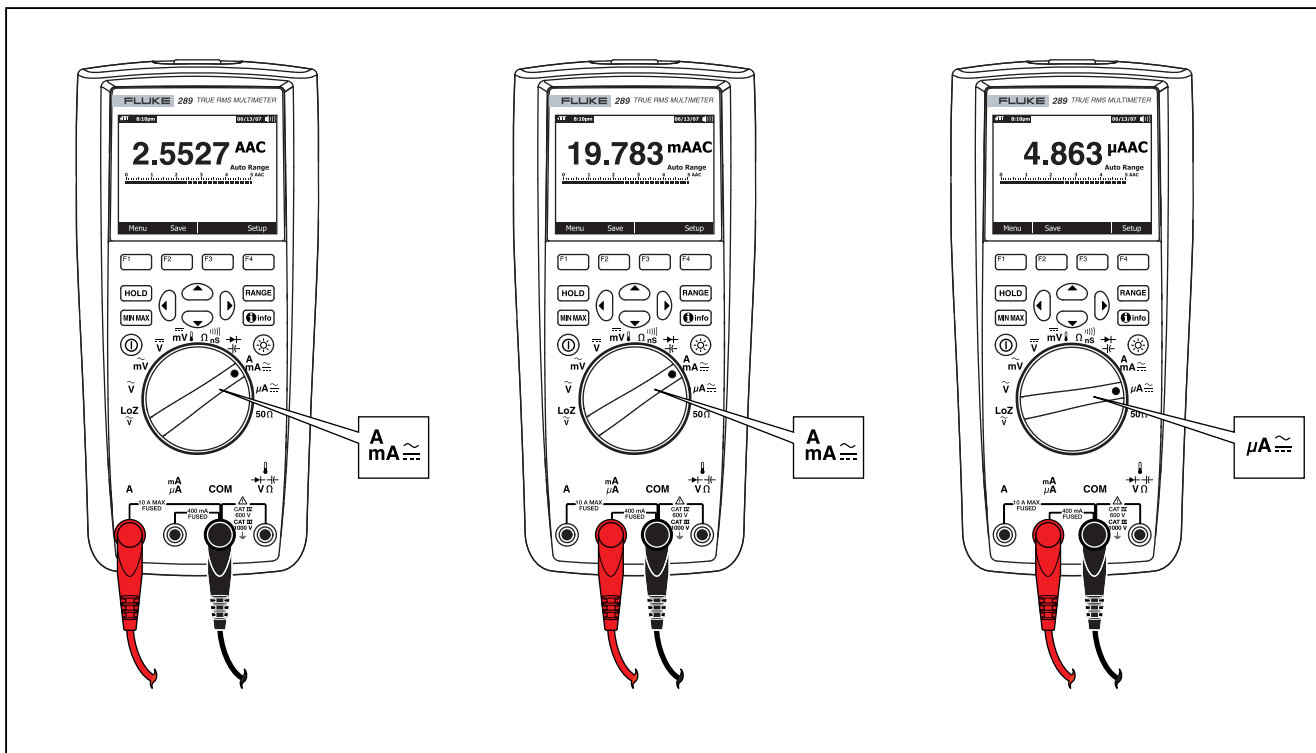

Figura 21. Configuración de la medición de corriente
3. Si está utilizando el terminal A, fije el selector giratorio en  $\overset{A}{\sim}$ . Si está utilizando el terminal mA/μA, fije el selector giratorio en  $\overset{\mu A}{\sim}$  para corrientes por debajo de 5000 μA (5 mA), o en  $\overset{mA}{\sim}$  para corrientes por arriba de 5000 μA. Consulte la figura 21 para analizar las conexiones de los conductores de prueba y la selección de funciones. Consulte la sección "Función de advertencia de entrada" para obtener información sobre las alertas que utiliza el multímetro cuando no se utilizan los conductores correctamente para mediciones de corriente.